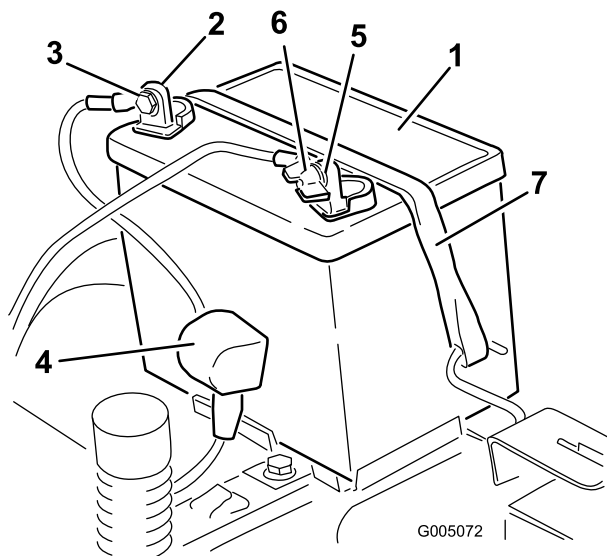

Figura 34
4. Desconecte el cable negativo de tierra (negro) del borne de la batería (Figura 34). Guarde todos los herrajes.
5. Deslice hacia arriba la cubierta de goma del cable positivo (rojo). Desconecte el cable positivo (rojo) del borne de la batería (Figura 34). Guarde todos los herrajes.
6. Retire la correa de sujeción de la batería (Figura 34) y levante la batería para retirarla de su bandeja.
1. Coloque la batería en la bandeja (Figura 34).
5. Fije la batería con la correa de sujeción (Figura 34).